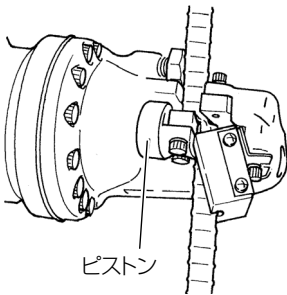

図 8
- (2) スイッチを入れますと、カッタブロックのついたピストンが前進し、鉄筋が切断されます。このとき、ピストンが先端へいくまでスイッチは入れておいてください。(図 8)
- (3) ピストンが先端まで届いた後、スイッチを切るとピストンが戻ります。